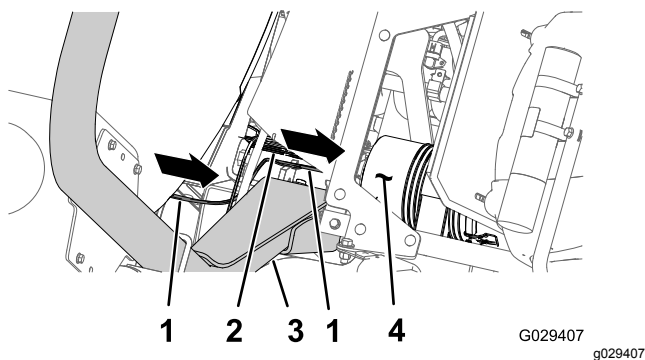
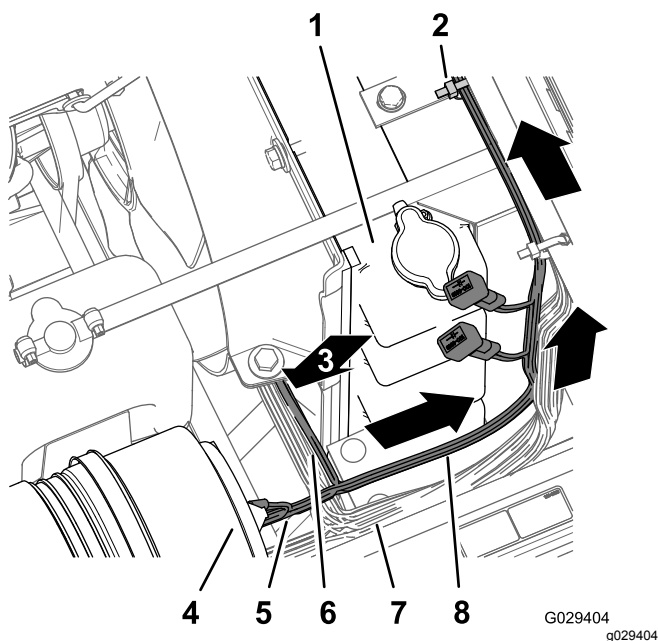

Figure 192
Figure 193
1. Acheminez le faisceau de câblage du kit de finition vers l'avant, entre la barre du ROPS et l'angle inférieur de la cuve du pulvérisateur, le long du faisceau de câblage de la machine, et sous le filtre à air du moteur (Figure 192 et Figure 193).
2. Acheminez la branche compartiment moteur de 197 cm du faisceau de câblage (avec la cosse en anneau, la borne à douille et le connecteur à 5 douilles) vers le haut le long du côté droit du radiateur, le long du sommet du radiateur et sous la base de la console centrale (Figure 193).